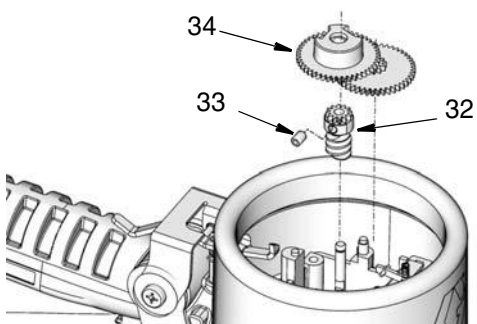

Рис. 32
- Установите шестеренки (32, 34). Используйте торцевой гаечный ключ размером 2 мм, чтобы затянуть зажимный винт шестеренок (33). (Рис. 32).